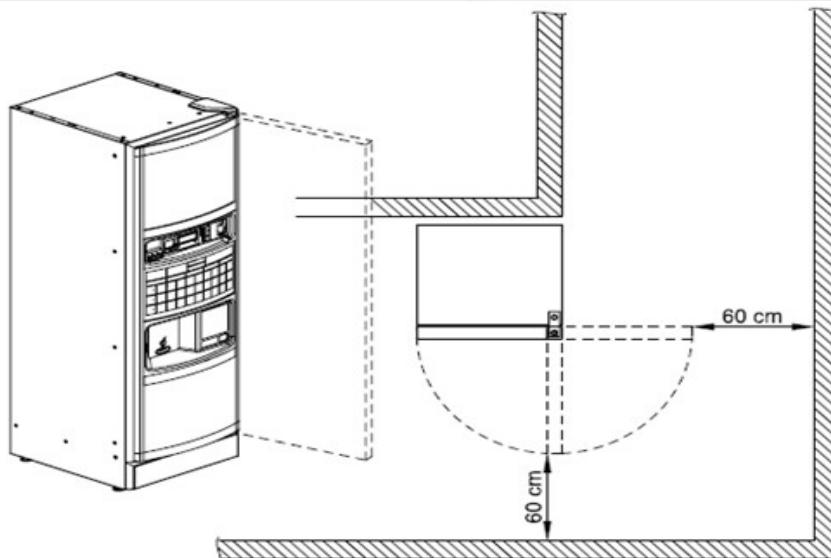

Рис. 4.1
- Если автомат расположен недалеко от стены, то минимальное расстояние от стены должно быть не менее 5 см. (Рис.4.1), чтобы обеспечить нормальную вентиляцию. Ни в коем случае не накрывайте автомат тканями или чем-то похожим.
Если установка производится в коридорах для эвакуации, то убедитесь, что если открыта дверца автомата, то пространства достаточно, чтобы можно было пройти мимо (Рис.4.1).